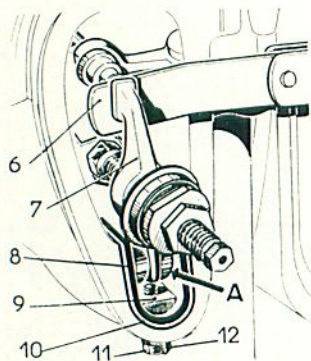

Figure 11.
Ces opérations doivent être exécutées à froid après un arrêt prolongé. Avant de régler le jeu entre queue de soupape et culbuteur, s'assurer que le talon de celui-ci ait du jeu latéral en (A, fig. 11). Le culbuteur doit coulisser sans dureté dans le guide.
— Replacer le pivot (2), visser l'écrou (3) à la main et l'amener en butée sur le pivot après avoir interposé une cale d'épaisseur de 0,15 mm (6, fig. 11) entre la queue de soupape et le culbuteur (7).